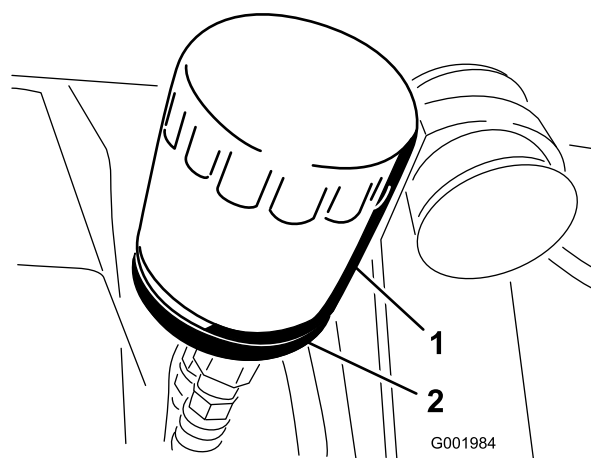

Bild 49
2. Entfernen Sie den Ölfilter (Bild 49).
5. Setzen Sie den Ersatzölfilter auf den Anbaustutzen auf. Drehen Sie den Ölfilter nach rechts, bis die Gummidichtung den Anbaustutzen berührt. Ziehen Sie ihn dann um eine weitere 1/2 Umdrehung fester (Bild 49).